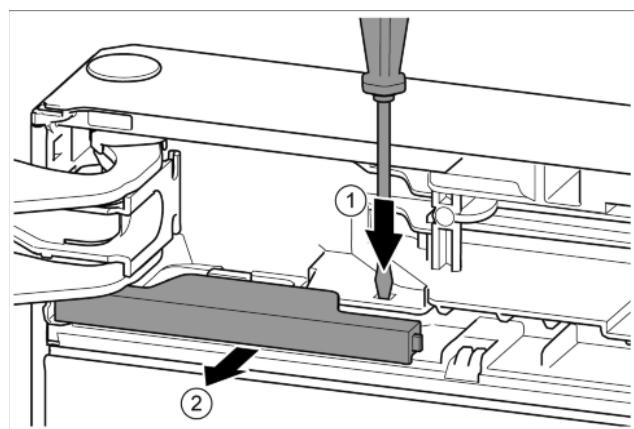

Fig. 14
- Нажать накладку шлицевой отверткой. Fig. 14 (1)
- Вынуть крышку из зацепления. Fig. 14 (2)